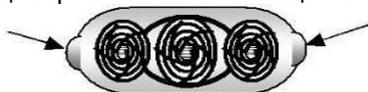

Рис. 7
- Снять верхнюю и нижнюю защитные решётки (без применения инструмента), одновременно нажав защёлки-фиксаторы (Рис. 7).
- Снять верхнюю защитную решётку, одновременно нажав на защёлки-фиксаторы (Рис. 7).
- Снять фильтровальный блок (без применения инструмента), одновременно нажав защёлки-фиксаторы (Рис. 7).
- Установить фильтровальный блок на место лёгким нажатием до щелчка (Рис. 7).